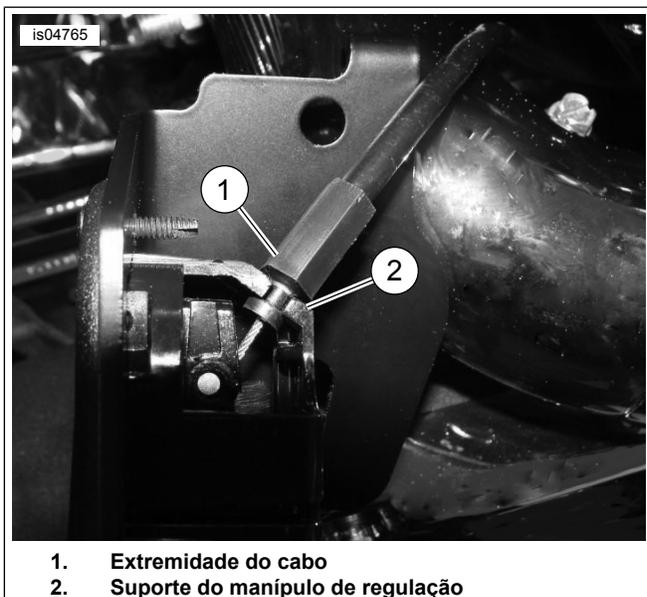

Figura 7. Posição do cabo de regulação do assento (vista de debaixo do manípulo instalado)
6. Ver Figura 7. Verifique se a extremidade do cabo (1) está bem presa ao suporte (2), antes de direcionar o cabo do encosto.
13. Ver Figura 7 . Verifique se a extremidade do cabo (1) está bem presa ao suporte (2), antes de direcionar o cabo do encosto.
9. Ver Figura 7 . Verifique se a extremidade do cabo (1) está bem presa ao suporte (2), antes de direccionar o cabo do encosto.